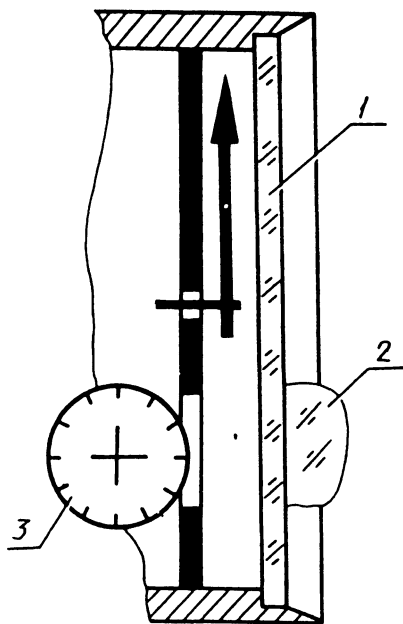

Рис. 10.47
- ◇ Если Вы приклеите линзу на стекло спидометра против счетчика пройденного пути, то рассмотреть цифры будет значительно проще (рис. 10.47: 1 – защитное стекло спидометра; 2 – увеличительное стекло, приклеенное нитроцеллюлозным клеем или клеем БФ-2; 3 – барабан счетчика).